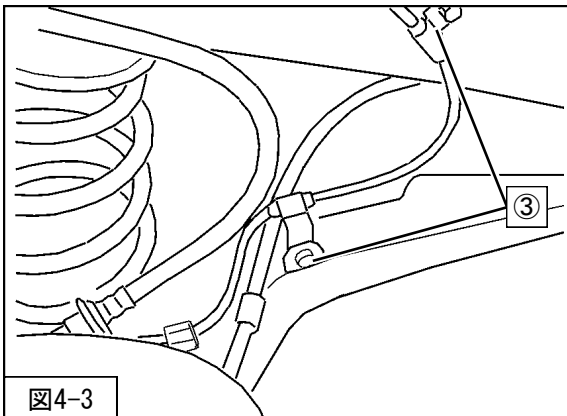

図4-3
4. ③スピードセンサハーネス取付ボルトを取外してください。(図4-3)